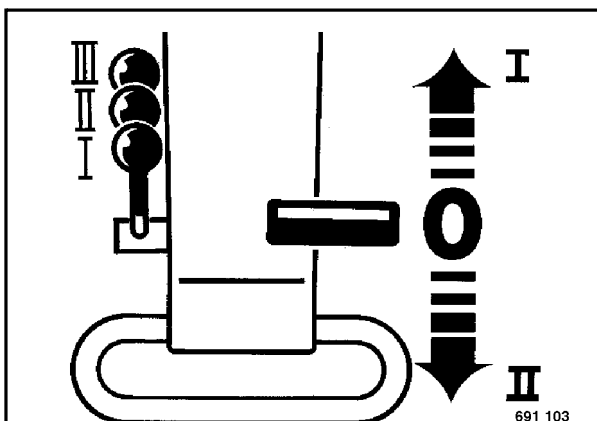

Fig. 3
- Accionar la palanca de marcha (Fig. 3) correspondiendo a la velocidad hacia marcha delante "I" o marcha hacia atrás "II".